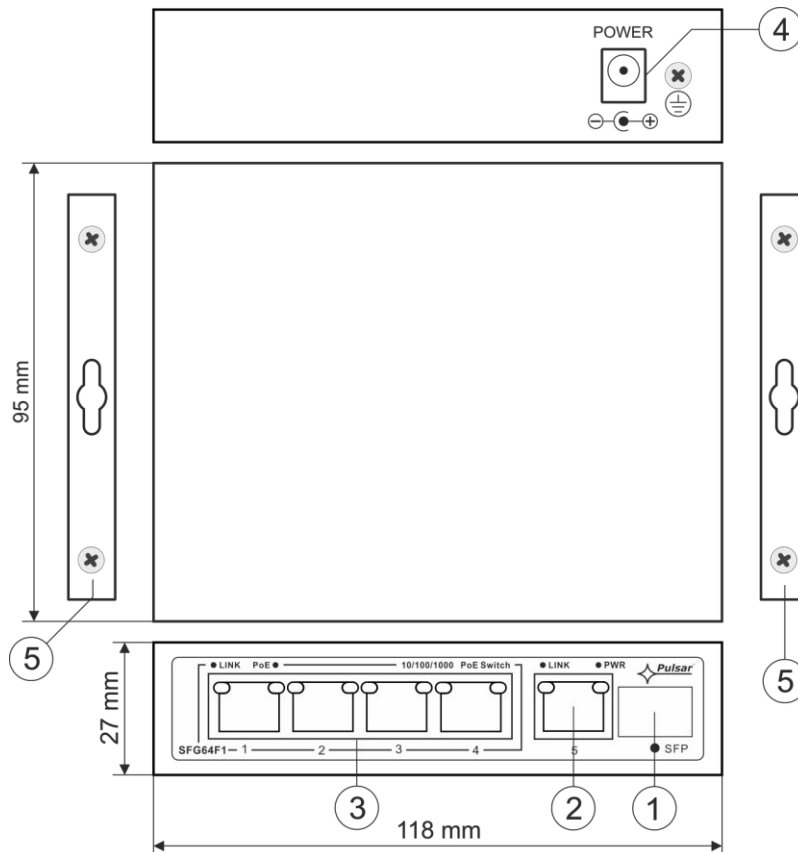

Fig. 2. Vista dell'involucro.
Tabella 1. (vedi Fig. 2)
N. elemento (Fig. 2)	Descrizione